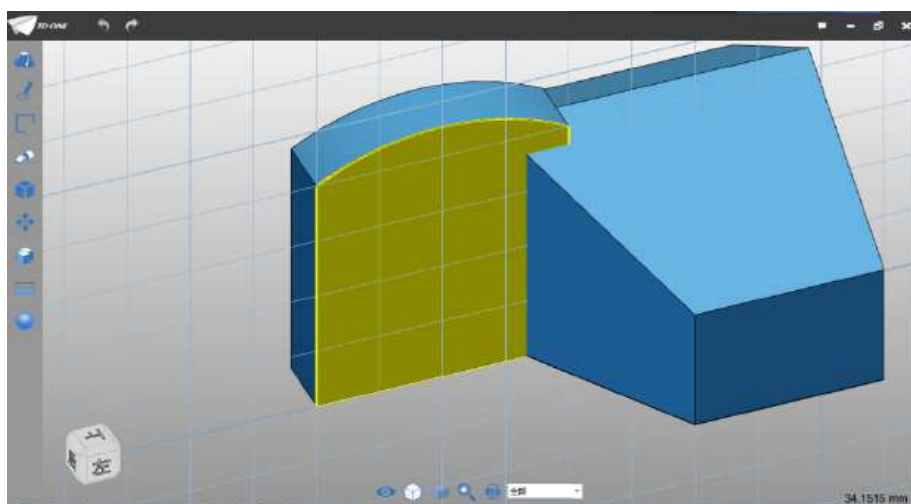

图 1-13
Step 13 选择直线命令 ，绘制平面选择如下图 1-13 所示：